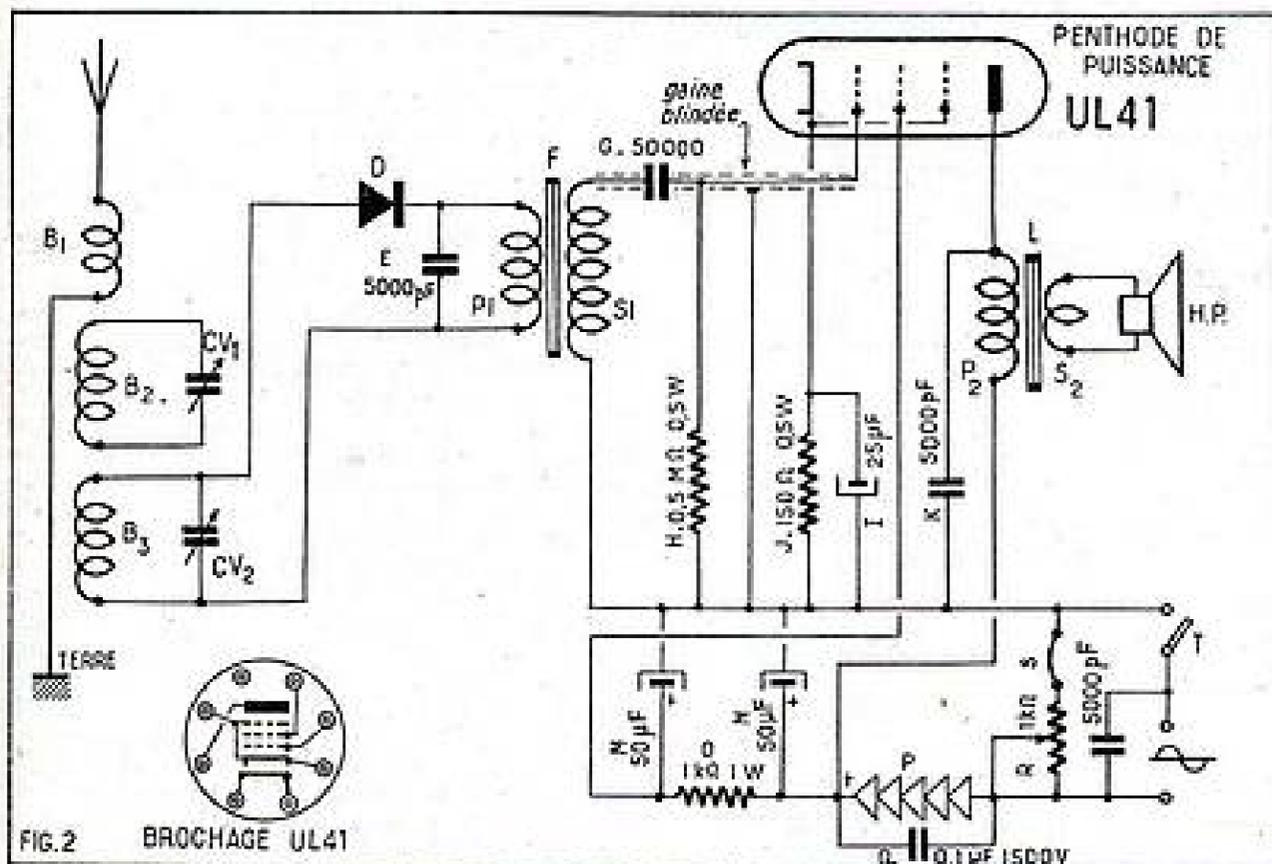
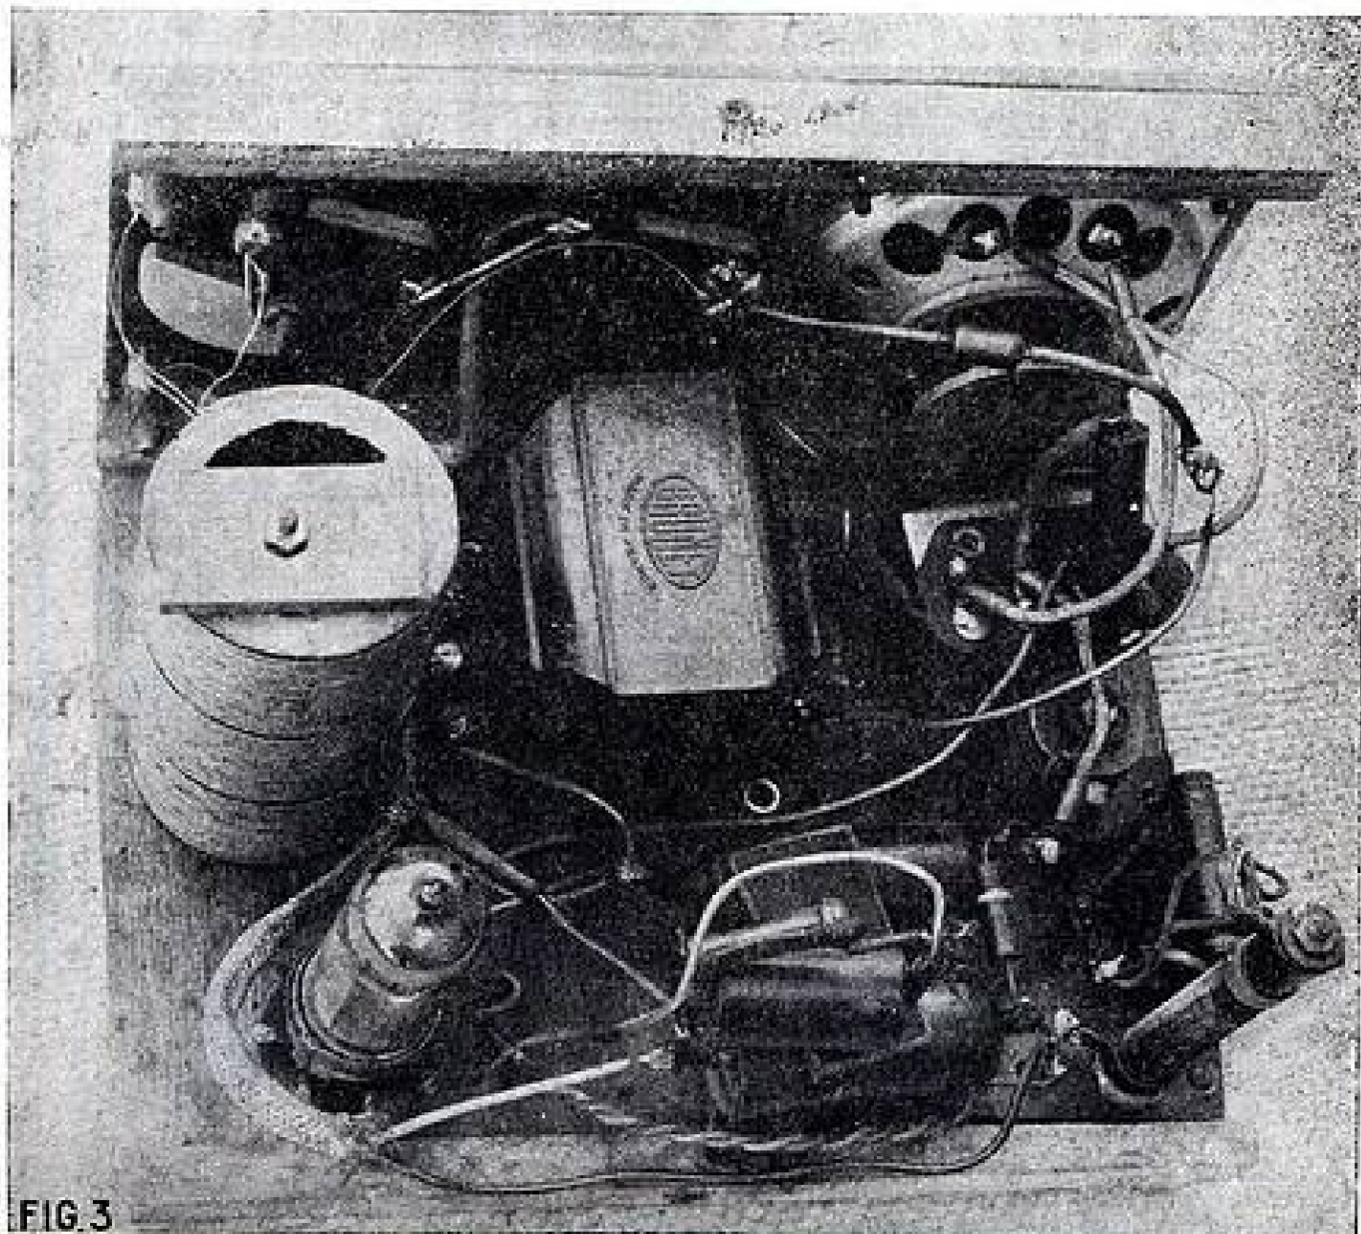
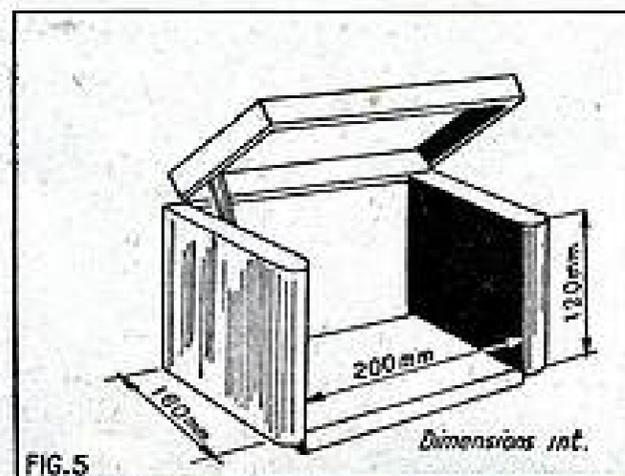

FIG. 2 BROCHAGE UL41
FIG. 3
FIG. 5
LEGENDES DE LA FIGURE 2
de 3 mm, dans lesquels passeront 3 vis à bois de 3x20, qui seront vissées sur une planchette de bois de 10 mm d'épaisseur, 200 mm de longueur et 160 mm de largeur. Sur cette planchette en bois seront fixés toutes les autres pièces détachées constituant ce récepteur (bobinage d'accord, support de lampe, transformateur basse fréquence, redresseur sec, résistance bobinée à curseur, condensateurs électrolytiques et transformateurs de sortie) (fig. 3).
Le récepteur complet entre dans un petit coffret de 200 mm de longueur, 160 mm de largeur, et 120 mm de hauteur. Le dessus de ce coffret a un couvercle, monté sur charnières (ce couvercle est destiné à l'évacuation parfaite de la chaleur, inévitablement produite par la résistance bobinée de tension du secteur et la lampe — comme cela est de règle avec les récepteurs tous courants). Cette disposition de l'ébénisterie ne nuit pas à l'excellente musicalité de notre récepteur — bien au contraire, il nous a semblé qu'elle l'améliorait très sensiblement (fig. 5).
Mise en place des pièces, câblage et détails de construction (fig. 2 et fig. 3).
Pour une question d'encombrement, et surtout pour une très bonne aération (car cette résistance chauffe), on la fixera verticalement sur la planchette de bois, avec une tige filetée de 3 mm, comme il a été fait pour le redresseur YV8. En outre, elle devra être assez éloignée des condensateurs électrolytiques (fig. 3). A l'entrée du récepteur, le secteur est shunté par un condensateur fixe au papier de 5.000 pF isolé à 1.500 V (U). Un interrupteur miniature unipolaire, type « Tumbler » 250 V/5 A (T) servira à la mise en marche et à l'arrêt du récepteur. Ce récepteur étant du type « tous courants » fonctionne aussi bien sur le secteur alternatif que continu. Nous rappelons qu'il est d'une musicalité, et surtout d'une pureté incomparables. Vu ses dimensions extrêmement réduites (fig. 5), il peut également constituer un intéressant récepteur de chevet. D'autre part sa réalisation est très simple et occasionne peu de frais, et il est extrêmement économique à l'usage, car il consomme très peu de courant... et de lampes.